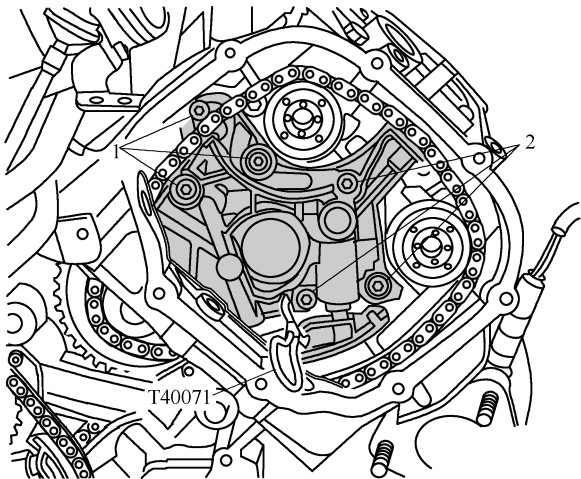

图 1-3-74 旋出螺栓并取下右侧链条张紧器和右侧凸轮轴正时链
(5) 如图 1-3-74 所示,为便于以后安装,用颜色笔标记右侧凸轮轴正时链的转动方向。旋出螺栓 1 和 2 并取下右侧链条张紧器和右侧凸轮轴正时链。
(4) 如图 1-3-74 所示,把链条张紧器装在右侧气缸盖上,根据拆卸时标出的标记放上凸轮轴正时链,拧紧螺栓 1 和 2。
(5) 其他安装以相反顺序进行。